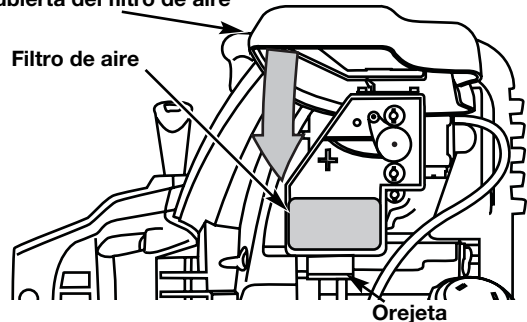

Fig. 36
8. Gire la tapa hacia abajo hasta que la lengüeta de la placa posterior del filtro de aire se enganche en la ranura de la tapa del filtro de aire (Fig. 36).